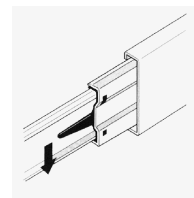
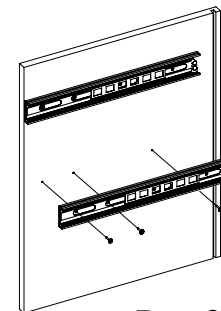

Рис.1
Рис.2
1. Подготовьте детали к сборке. Отсоедините от основания телескопических направляющих внутренние планки, отогнув пластиковый рычажок фиксатора (Рис. 1). Основания телескопических направляющих закрепите на деталях 5, 6, 7, 8 шурупами 3,5x16 (Рис. 2).